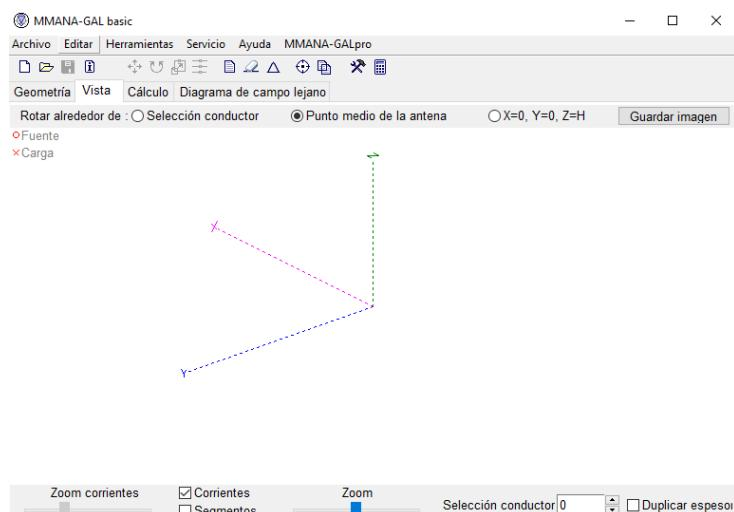

Figura 1: Panel principal del software MMANA_GAL.
3. Una vez descargado el programa MMANA_GAL Basic, es necesario que descomprima la carpeta e instale el software en su computador de escritorio o portátil. En la figura 1 se muestra el panel frontal del software. NOTA: Si desea cambiar el idioma a español ubique la pestaña llamada Setup→Languages seleccionar *spain*.